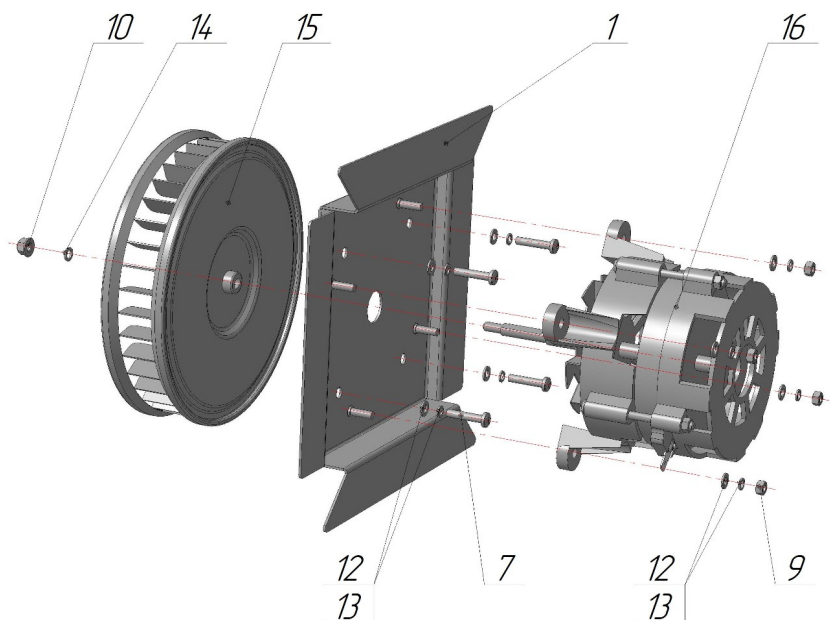

Рис.1
2.2 Установка нового электродвигателя. (см. рис.1):